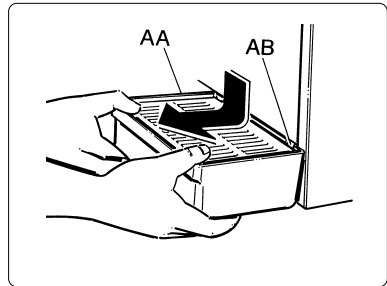

Abb. 19
- i) Die Tropfschale (AA) ausbauen; dazu nach unten drücken und herausziehen (siehe Abb. 19). Alle Teile sorgfältig reinigen und dann wieder einbauen; beim Einbauen in umgekehrter Reihenfolge vorgehen und darauf achten, dass der Kondenswasserschlauch (AB) in seinen Sitz eingeführt wird.